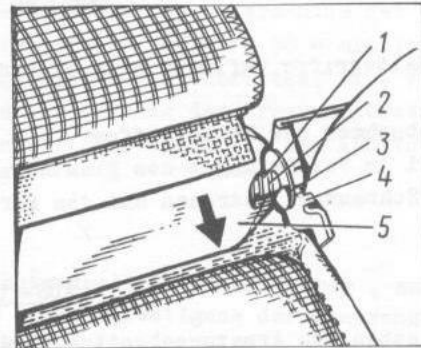

Bild 8-47. Trennen der Rückenlehne des Rücksitzes von Halterung:
- Rückenlehne im Satz mit Kofferraumläufer 5 (Bild 8-47) bis zur horizontalen Lage neigen, den Unterteil der Rückenlehne nach oben wenden und die Stifte 1 aus den Nuten der Halterungen 4 freigeben;
Der Einbau der Rückenlehne der Sitzbank geschieht in umgekehrter Reihenfolge. Die an Halterungen 4 (siehe Bild 8-47) angebrachte Rückenlehne an die Seitenfächer des Kofferraums drücken, bis die C-förmigen Klammern der Rückenlehne in die Schlösser ihrer Befestigung an den Kofferraumfächern einschnappen.